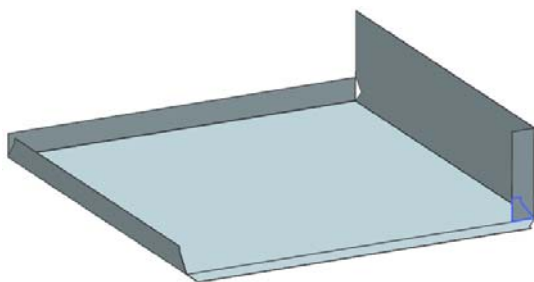

图 11-105 创建伸直特征
(4) 在“伸直”对话框中，单击  按钮，创建伸直特征，如图 11-105 所示。